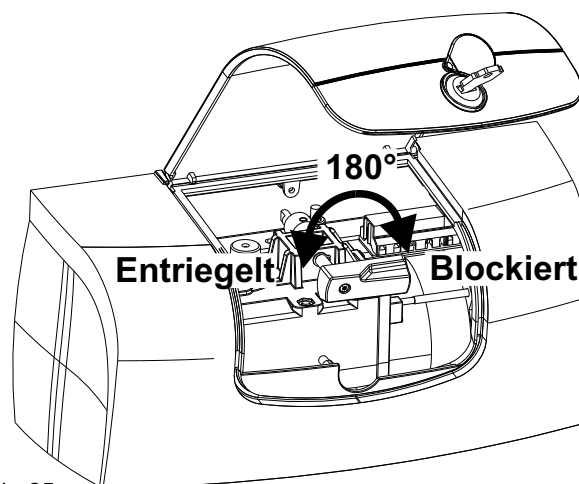

Abb. 25
- Roten Entriegelungshebel um 180° gegen den Uhrzeigersinn drehen (Abb.25).
- Roten Entriegelungshebel um 180° im Uhrzeigersinn drehen (Abb.25).